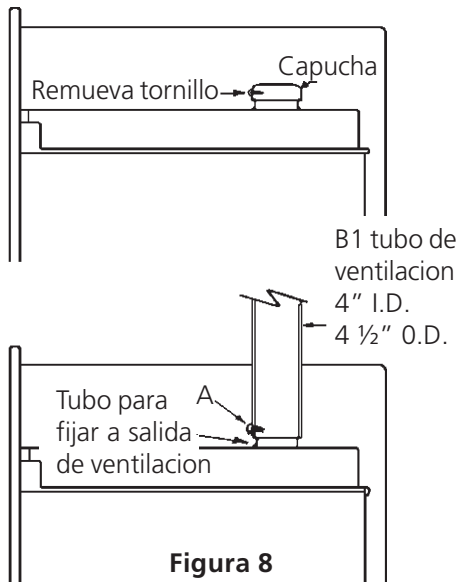

Figura 8
A. Coloque el tubo en la salida de la ventilación y taladre un hueco de  $3/32$ " de diámetro en el punto "A" (ver figura 8). La perforación en el tubo debe ser hecha de manera que coincida con la de la salida de la ventilación.
B. Ajuste la tubería de ventilación a la salida de ventilación con un tornillo (ver figura 8).